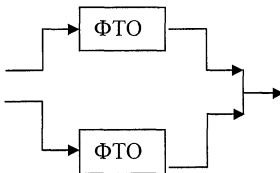

Рис. 2
- 10.2. Для повышения надежности системы дополнительного включен фильтр тонкой очистки по конструктивной схеме (рис. 2).